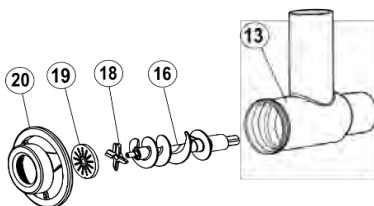

FIG 1. VISTA EXPLOSIONADA DE UNIDAD DE MOLIENDA
- 1.- Retire la tuerca (20) girándola en contra de las manecillas. Extraiga el cedazo (19), Navaja (18) y el gusano (16) (Ver Fig 1).